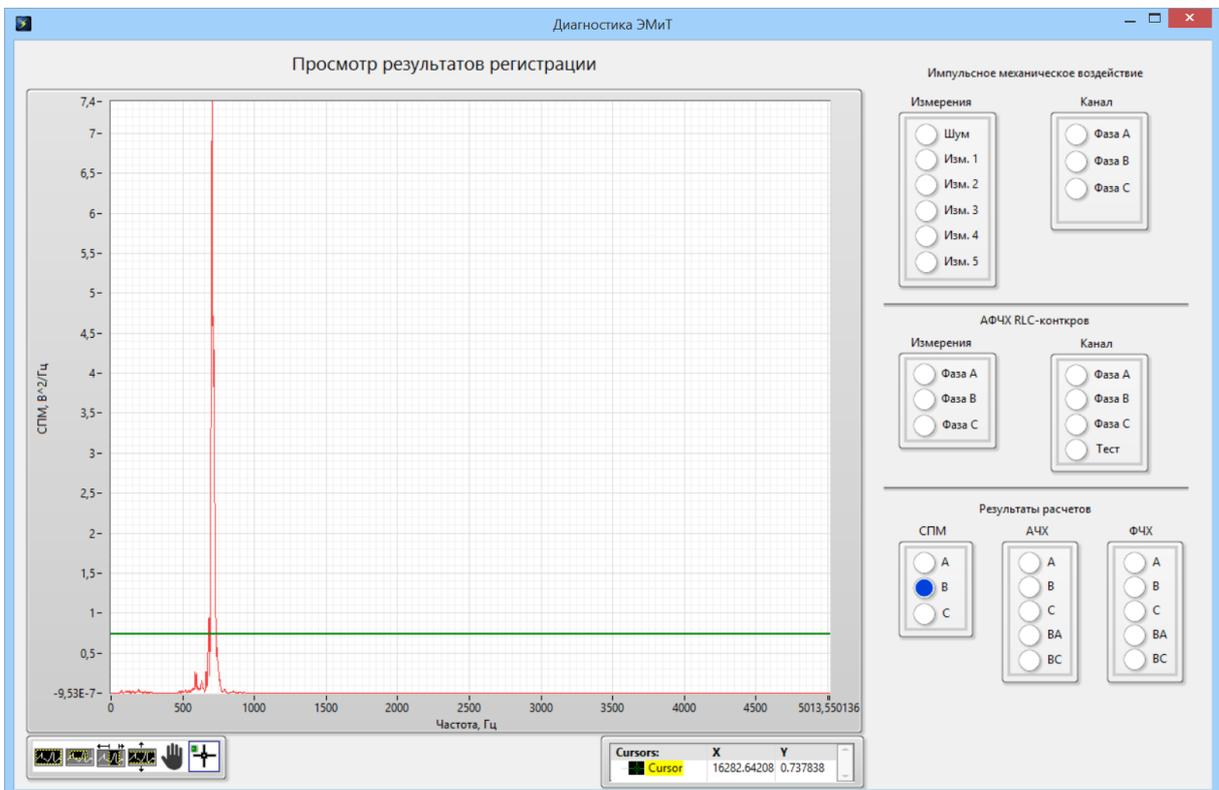

Рис. 22
3.5.13. Переключатели «СПМ» группы «Результаты расчетов» отображают на графике спектральную плотность мощности напряжения, наведенного в обмотках объекта диагностики при импульсном механическом воздействии (рис. 22).